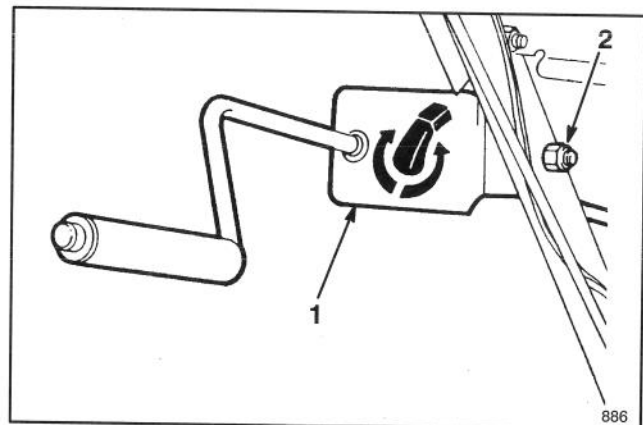

Figure 10
1. Fixez le support et la tige de commande de l'éjecteur sur le côté gauche du mancheron à l'aide de la vis à tête et de l'écrou de blocage. Laissez l'écrou desserré jusqu'à ce que l'ensemble soit complètement monté (Fig. 10).
4. Serrez ensuite l'écrou de blocage qui fixe le support de la tige de commande d'éjecteur au mancheron gauche (Fig. 10).